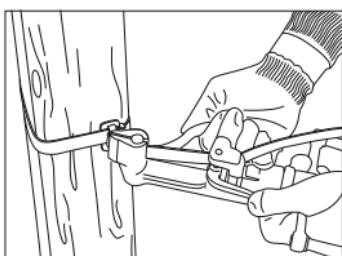

Рисунок 8
– после достижения необходимого натяжения согнуть ленту бандажную вокруг скрепы в противоположную сторону от натяжения стороны и отрезать лишнюю часть (рисунок 8);